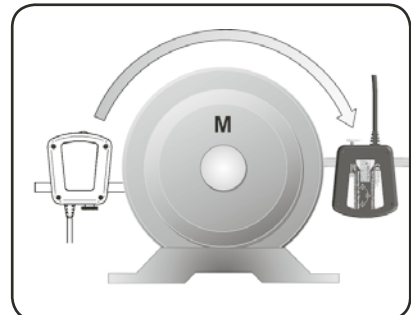

Fig. 18. Tourner pour mettre en position 3 heures
c) Suivre le symbole circulaire sur l'afficheur et mettre les appareils de mesure en position 3 heures (fig. 18).